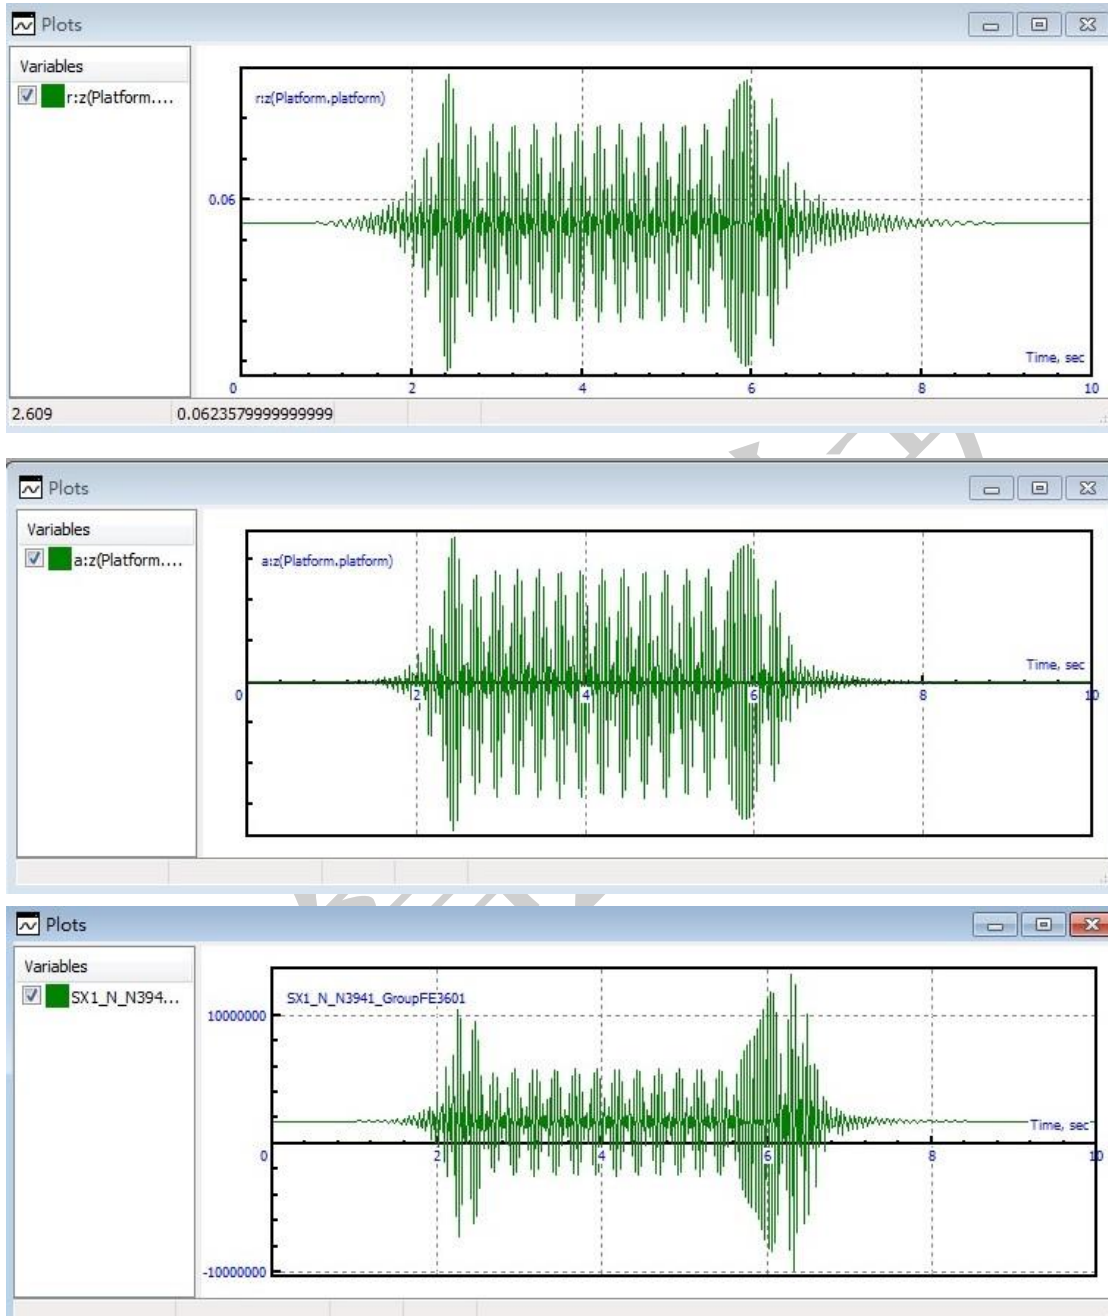

图 2.43
9. 点击**Integration**按钮开始仿真，结果如图 2.43所示。